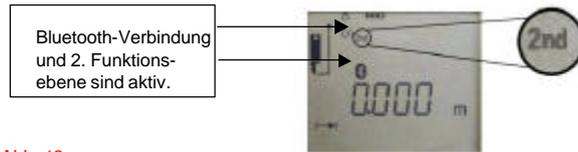

Abb. 19
1) Vergewissern Sie sich, dass die 2. Funktionsebene auf dem DISTO aktiviert ist. Drücken  und stellen Sie sicher, dass '2nd' angezeigt wird (*Abb. 19*).